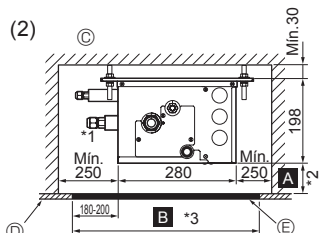
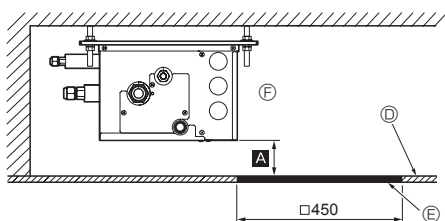

Fig. 4-6
Fig. 4-7
(2) Vista Lateral (Fig. 4-6, Fig. 4-7)
No caso de "□ 450", prepare um orifício de manutenção num lado da PCB (como mostrado na Fig. 4-7), e "Mín. 300 mm" é necessário como distância Ⓐ.